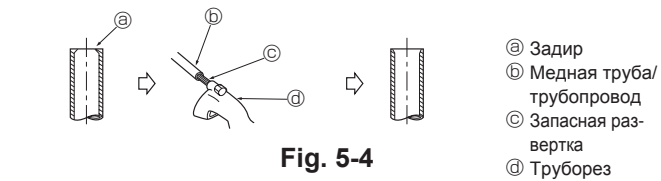

Fig. 5-4
5.2.2. Удаление задиры (Fig. 5-4)